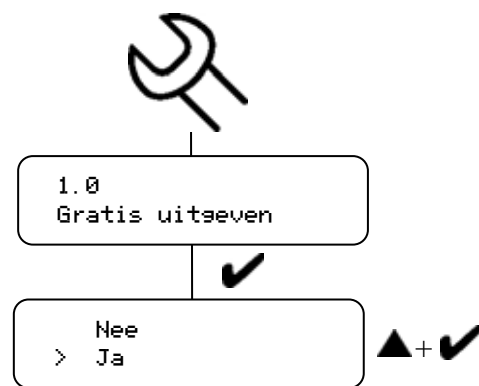

Fig. 27
7.5.1 Drankuitgifte op betalen instellen (fig. 27)